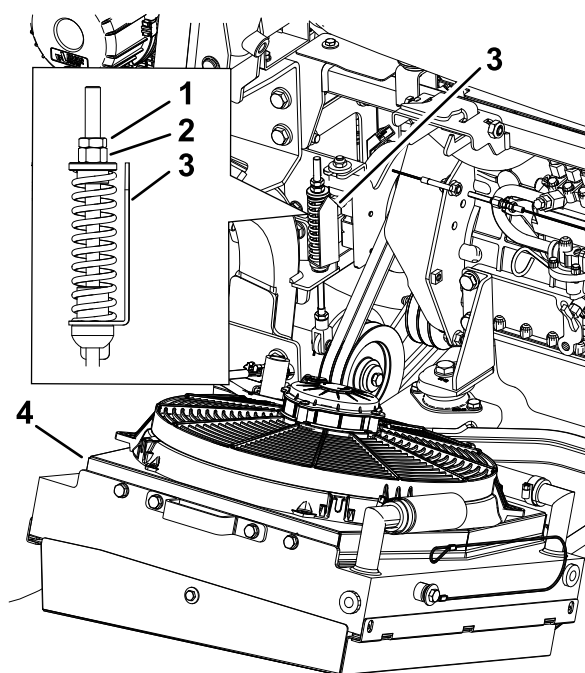

Bild 78
5. Drehen Sie ggf. die Mutter für die Spannscheiben-Spannvorrichtung, bis der Pfeil der Spannungsanzeige mit der äußeren Oberfläche der Scheibe ausgefluchtet ist (Bild 78).
1. Fluchten Sie die Zapfwellenriemen über den Riemenscheiben aus (Bild 78).
8. Bewegen Sie die Spannscheibe nach oben und nehmen Sie die Riemen von der Maschine ab (Bild 78).